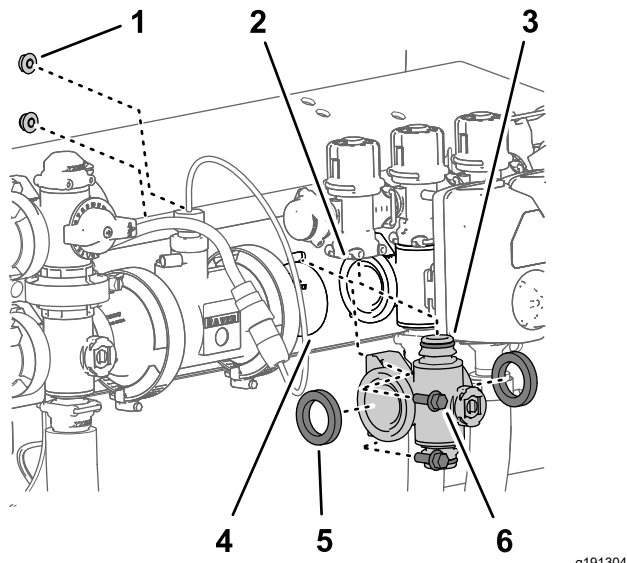

Figura 122
- Para los distribuidores de la válvula de sección izquierdo y derecho, retire los 2 pernos con arandela prensada ($\frac{1}{4}" \times \frac{3}{4}"$) y las tuercas prensadas y las 2 contratueras prensadas ($\frac{1}{4}"$) que sujetan el distribuidor de la válvula de sección al soporte de la válvula (Figura 122).
- Mueva el distribuidor de la válvula de sección y las juntas hacia abajo hasta que estén libres de la válvula de desvío de sección, y luego retírelos de la máquina (Figura 122).